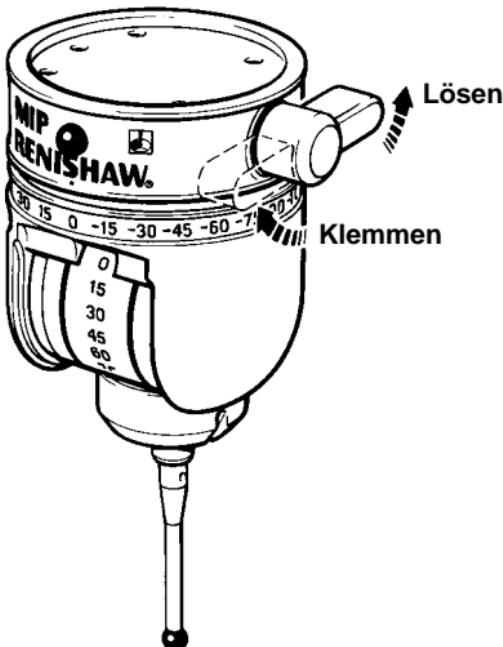

Abbildung 4 - Klemmen und Lösen
5.1 Klemmen und Lösen (Siehe Abbildung 4)